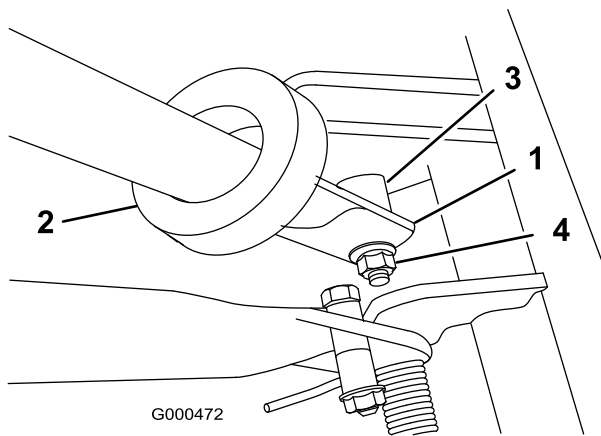

Figure 5
2. Introduisez les extrémité du guidon dans les fentes des bras de support (Figure 5).
3. Poussez les extrémités du guidon vers l'intérieur et engagez-les sur l'épaulement de l'axe de pivot (Figure 5).
4. Fixez le guidon à la vis et à l'axe de pivot avec le contre-écrou à embase (Figure 5).